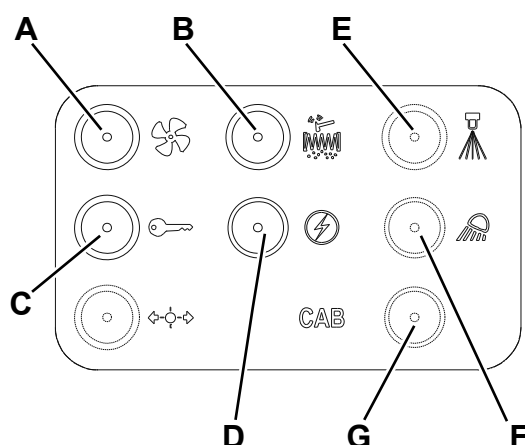

Figure 8
3. Tourner la clé de contact (57) sur "O", puis l'enlever.
4. Contrôler dans le panneau (38) si un fusible parmi les suivants est débranché :
- (A, Fig. 8) : fusible F1 (10 A), système d'aspiration poussière
- (B) : fusible F2 (10 A), secoueur
- (C) : fusible F4 (16 A), clé de contact
- (D) : fusible F5 (10 A), composants auxiliaires moteur électrique
- (E) : fusible F3 (2 A), système d'abattage des poussières (si équipé)
- (F) : fusible F6 (10 A), feux de travail (si équipé)
- (G) : fusible F8, ventilateur cabine (si équipé)